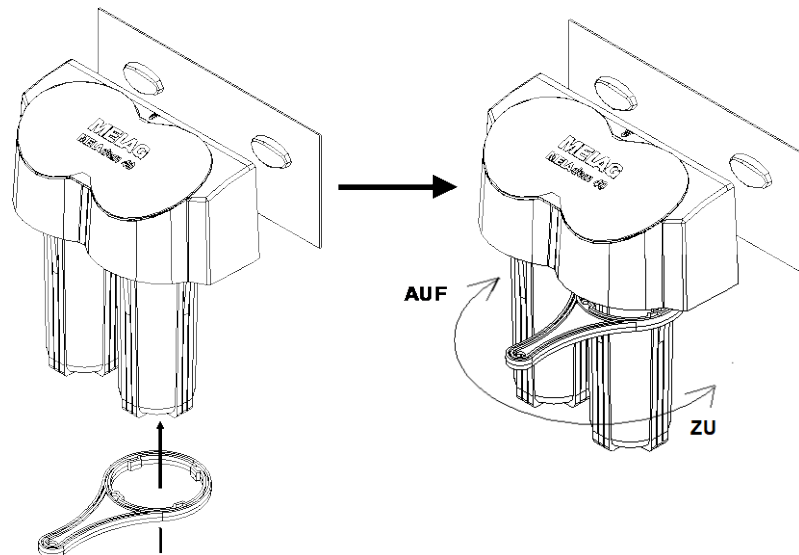

Abb. 8: Behälterschlüssel anwenden
- Mischbettharzpatrone durch Drehen des Behälterschlüssels im Uhrzeigersinn öffnen (siehe Abb. 8).